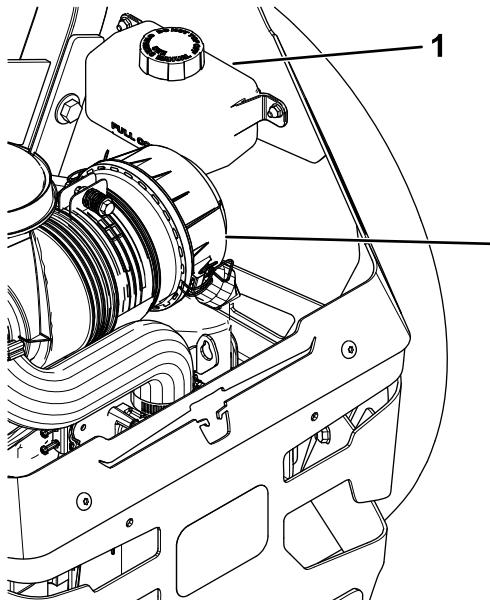

Figura 70
2. Controllate il serbatoio di espansione e all'occorrenza aggiungete fluido idraulico Toro® HYPR-OIL™ 500 sino alla riga FULL COLD. (Figura 70).